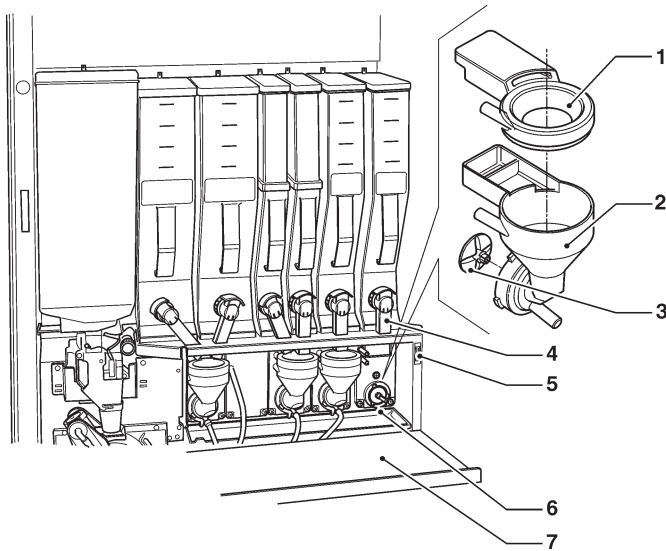

Fig. 10
- enlever (voir fig.10) des mixeurs les entonnoirs des poudres, les convoyeurs d'eau, les entonnoirs des dépôts des poudres, et les hélices des mixeurs électriques;